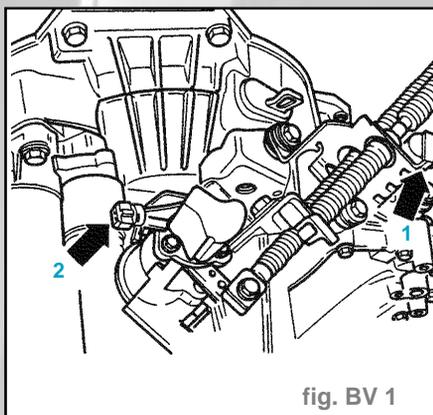

fig. BV 1
- Débrancher la fiche du transmetteur de tachymètre (1) et le contacteur de feux de recul (2) (fig. BV 1).